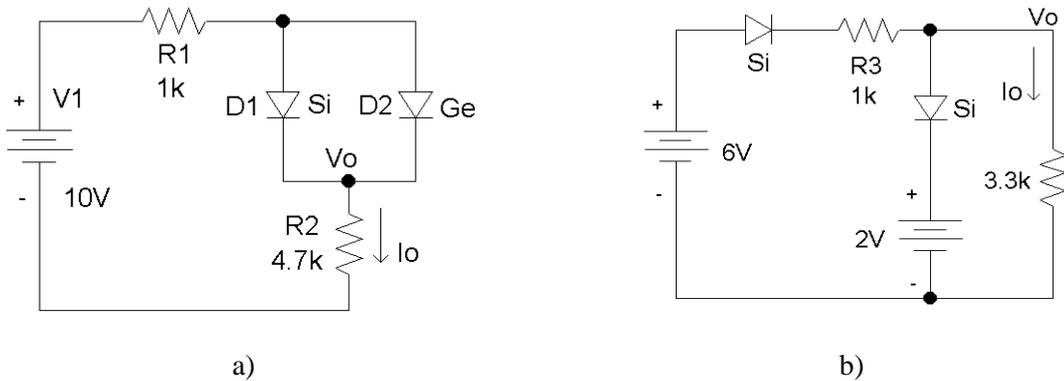

Figura 3 – Questão 8.
8. Determine a tensão V_o e a corrente I_o para os circuitos da Figura 3.
- Supondo que na Figura 3 a fonte assumisse o valor de $V = -200\text{ V}$, qual ou quais diodos da tabela abaixo não poderiam ser utilizados no circuito? Justifique.